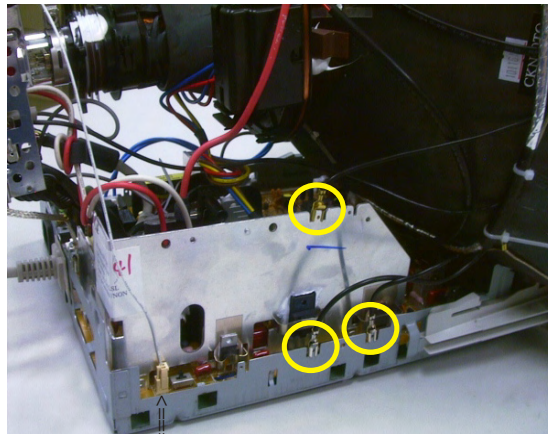

Fig. 9
- Retire o conector "1604" e todos os cabos como mostrado na fig. 9.